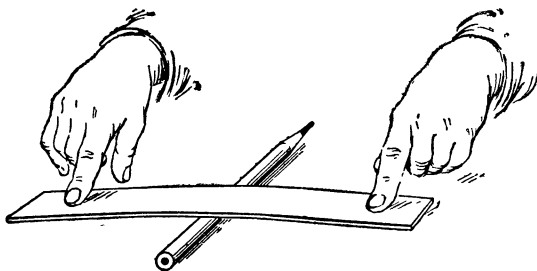

Рис. 75.
1. Узкую полоску оконного стекла или стеклянную трубочку опереть на круглую палочку. Затем, нажимая на концы обеими руками, легонько гнуть стекло, время от времени отнимая руки. Следить, что происходит со стеклом (рис. 75).